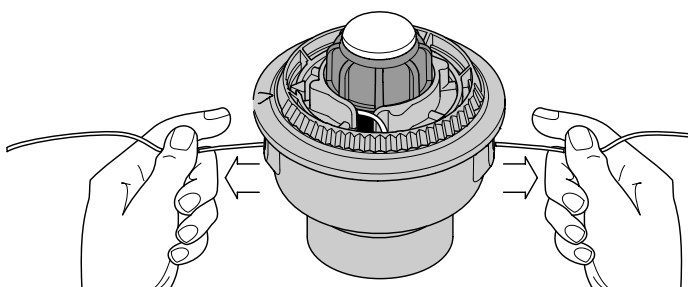

Fig. 51
9. Si le rembobinage du fil devient difficile ou si le fil se coince, tirez-en les extrémités de la bobine. Continuez de rembobiner le moulinet intérieur vers la gauche (Fig. 51).
4. Maintenez le moulinet intérieur et installez le bouton de butée, le ressort, et le joint en mousse en poussant le bouton de butée vers le bas et en le tournant à droite. Saisissez les extrémités et tirez fermement pour dégager le fil des fentes de retenue du moulinet intérieur (Fig. 51).
Si le SpeedSpool^{MD} ne déroule pas le fil correctement, tirez fermement les extrémités du fil loin de la bobine (Fig. 51). Si cela ne suffit pas, suivez les instructions de *Nettoyage du SpeedSpool^{MD}*.